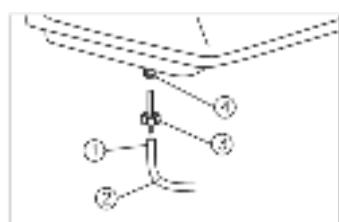

Рис. 26
2. Разожмите и передвиньте хомут топливной трубы (поз. 1, рис. 26) вниз;
3. Снимите топливную трубку (поз. 2, рис. 26);
4. Открутите топливный фильтр (поз. 3, рис. 26);
6. После очистки накрутите фильтр на штуцер топливного бака (поз. 4, рис. 26), затем соберите топливопровод в обратной последовательности.